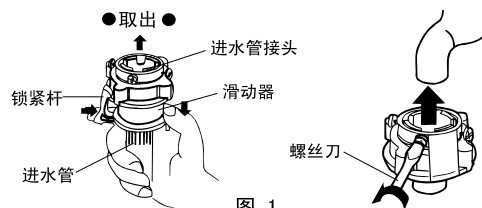

图1
1. 按住锁紧杆下端往下压滑动器, 从进水管部件上取下进水管接头, 如图1。